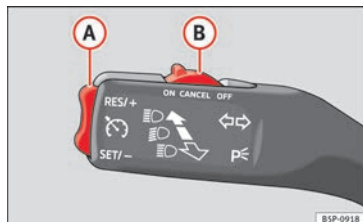

Bild 136 Spak för blinker och helljus: reglage och vippomkopplare för farthållare.
- Tryck på nedre delen **SET/-** av vippomkopplaren **» bild 136 A** kort en gång när du har nått hastigheten du vill ställa in.
- Tryck på den övre delen **RES/+** av vippomkopplaren **» bild 136 A** för att öka hastigheten. Fordonet fortsätter att accelerera så länge du håller vippbrytaren nedtryckt. När du släpper brytaren lagras den nya hastigheten.
- Tryck på nedre delen **SET/-** **» bild 136 A** på vippbrytaren för att minska hastigheten. Fordonet sänker automatiskt hastigheten så länge du håller brytaren nedtryckt. När du släpper brytaren lagras den nya hastigheten.
gång på den övre delen av vippbrytaren **RES/+** **» bild 136 A**.